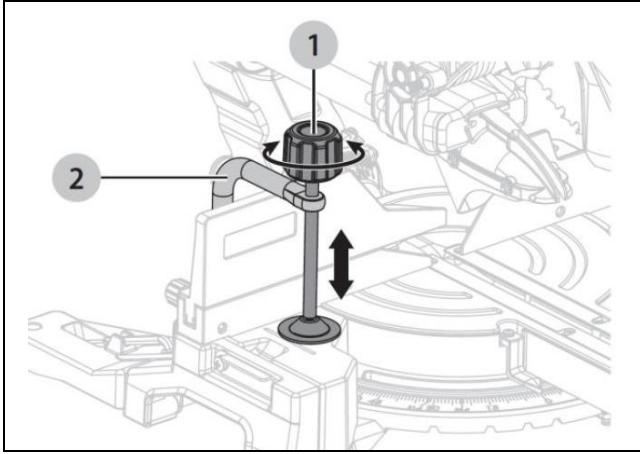

Рисунок 17
**5.4 Использование узла прижима заготовки (Рис. 17)**
- Поверните ручку (1) на прижиме заготовки (2), переместите прижим заготовки вверх или вниз в желаемое положение.